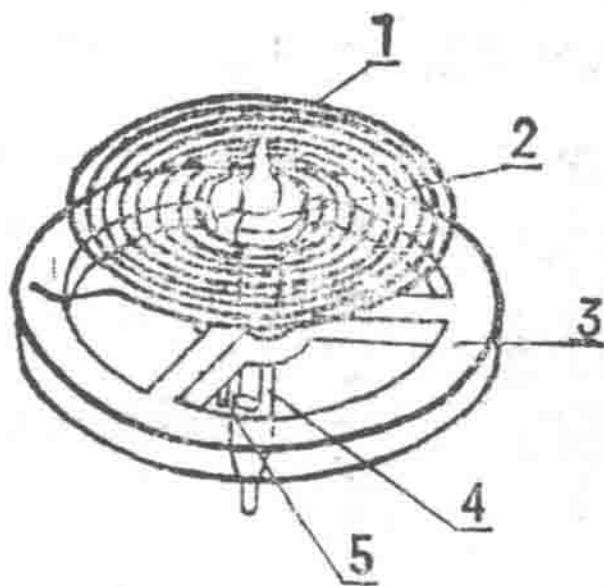
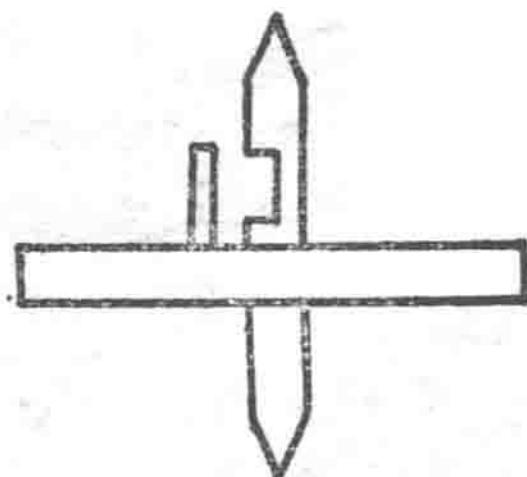

图 2-6 摆轮游丝组件
图 2-7 圆锥形摆轴
**摆轮游丝组件**(图2-6)：它分别由摆轮、摆轴、圆盘钉、游丝内柱和游丝组成。摆轮是一个三岔轮辐的铜质圆环。在摆轮的一个轮辐上铆有一根钢丝，叫做圆盘钉。摆轴铆在摆轮的中心，正对圆盘钉的一段轴上，切去直径的 $\frac{1}{2} \sim \frac{1}{3}$ ，形成一个切口。摆轴的两端，在一些较老式的闹钟机心中，偶尔能见到呈圆锥形的摆轴尖(如图2-7)，一般称之为粗摆尖。现在的统一机心的闹钟，摆轴两端都呈极细的圆柱形(如图2-6)，一般称之为细摆尖。前者虽然不易断损，但由于它在工作中磨擦阻力较大，走时准确性低，所以被后者代替了。后者虽然克服了前者的缺点，却比较容易损坏，不过比较起来总是利多于弊。